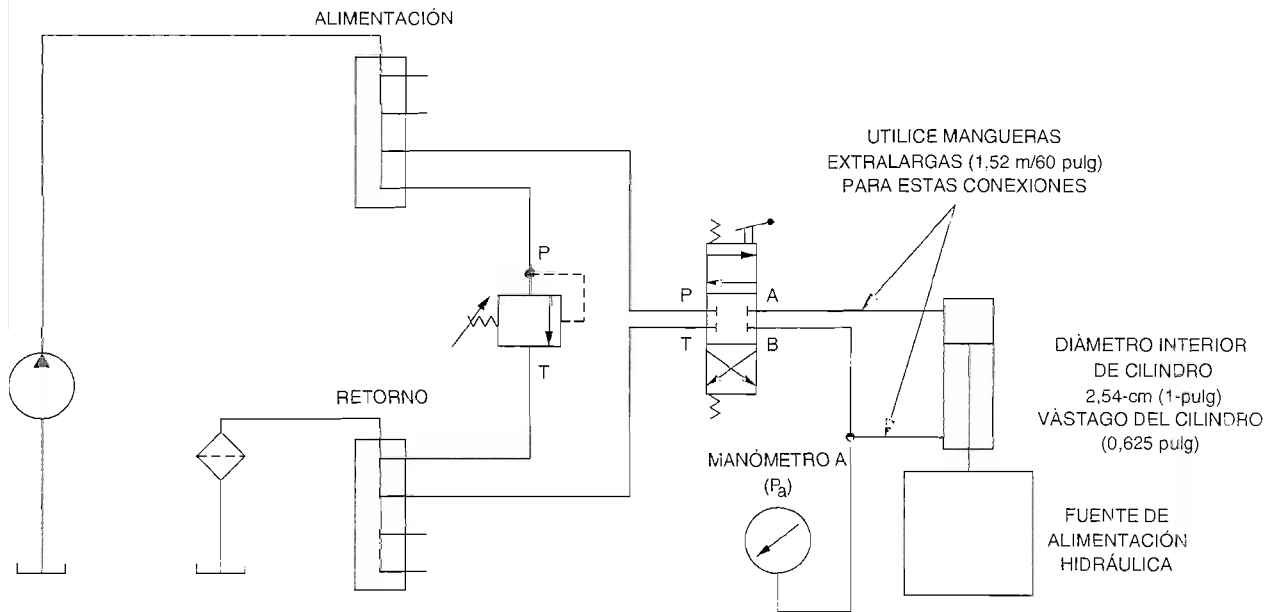

Figura 2-21. Circuito utilizado para elevar la fuente de alimentación hidráulica.
- 40. Conecte el circuito mostrado en la Figura 2-21.